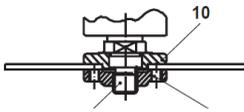

Fig. 13
6. Coloque a flange de bloqueio (9) no fuso (11). Dependendo do tipo de roda, a flange tem de ser posicionada como se segue:
- Rodas finas (< 4 mm) com centro plano: coloque a flange de bloqueio (9) com o lado saliente afastado da roda (Fig. 13).